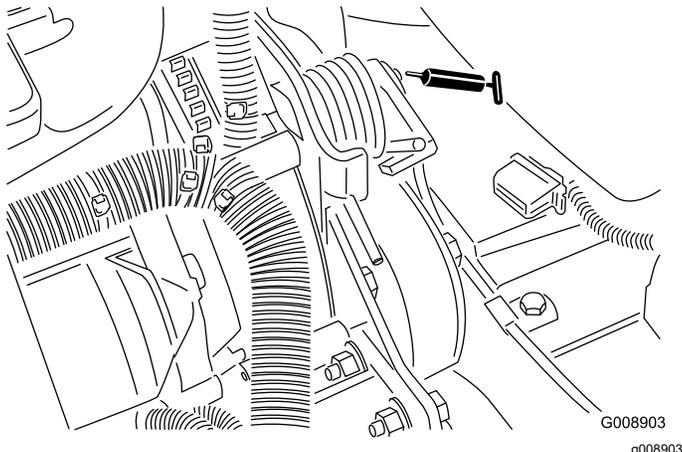

Figure 47
- Pivots de tension de courroie (Figure 47)